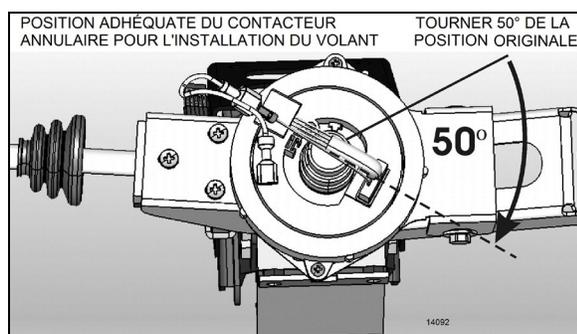

FIGURE 51 : POSITION CORRECTE DU CONTACTEUR ANNULAIRE
5. Briser le joint de papier et faire tourner la partie centrale du contacteur annulaire sur environ 50° dans le sens horaire (Figure 51). Cette étape est nécessaire pour la pose du volant de direction.